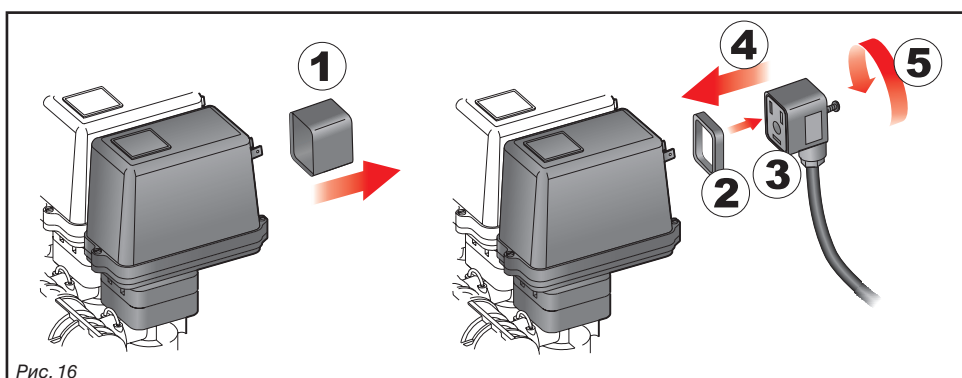

Рис. 16
- До начала соединения необходимо надеть на все соединительные разъемы клапанов уплотнительную прокладку (Рис. 16).
- Снимите защитный колпак (1, Рис. 16) с электрического клапана.
- Расположите прокладку (2) в раземе (3), а после этого соедините разъем, надавливая на него до упора (4): будьте осторожны при вставке разъема, чтобы не сломать электрические контакты клапана.
- Заверните до упора винты (5).